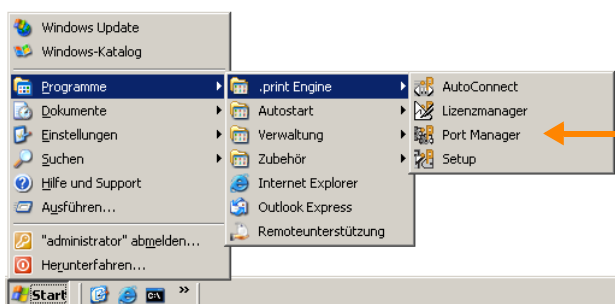

Bild 42 Konfiguration von ThinPrint Ports mit der MMC starten (ab Version 6.5)
- Starten Sie Portkonfiguration in der Microsoft Management Console (MMC) – ab .print-Version 6.5 aus der Programmgruppe .PRINT ENGINE im START-Menü heraus (Bild 42).